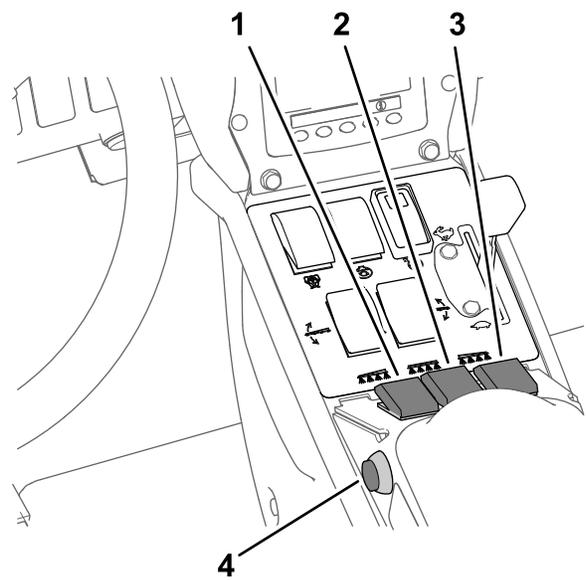

Bild 39
7. Stellen Sie die Sprühabschnittschalter in die EIN-Stellung (Bild 39).
10. Fahren Sie mit der gewünschten Geschwindigkeit und stellen Sie den Hauptabschnittschalter in die EIN-Stellung, um mit dem Sprühen zu beginnen (Bild 39).
3. Stellen Sie den Hauptabschnittsschalter in die AUS-Stellung, siehe Bild 39 in Sprühen im Dosierungsmodus \(Seite 38\).
7. Stellen Sie die Schalter der einzelnen Abschnitte nach Wunsch in die EIN-Stellung, siehe Bild 39 in Sprühen im Dosierungsmodus \(Seite 38\).
9. Fahren Sie mit der gewünschten Geschwindigkeit und stellen Sie den Hauptabschnittsschalter in die EIN-Stellung, um mit dem Sprühen zu beginnen, siehe Bild 39 in Sprühen im Dosierungsmodus \(Seite 38\).